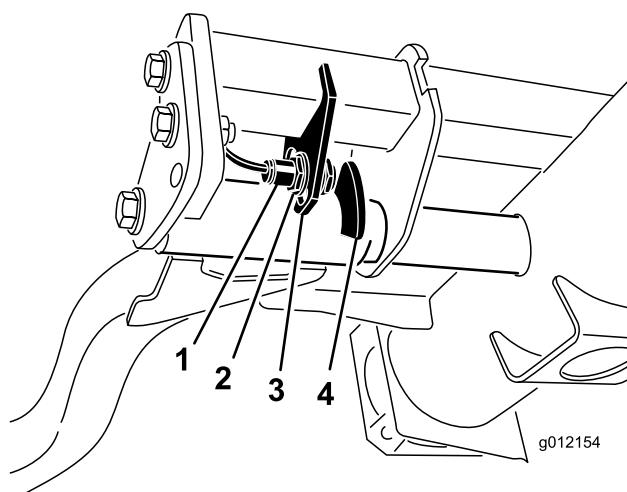

Figure 31
- Le contacteur des bras de relevage se trouve sous le réservoir hydraulique, derrière le bras de relevage avant droit (Figure 31).
- Desserrez les vis de fixation du commutateur (Figure 31) et abaissez le commutateur pour augmenter la hauteur du changement de direction des bras de relevage ou élévez-le pour réduire la hauteur du changement de direction. Serrez les vis de fixation.